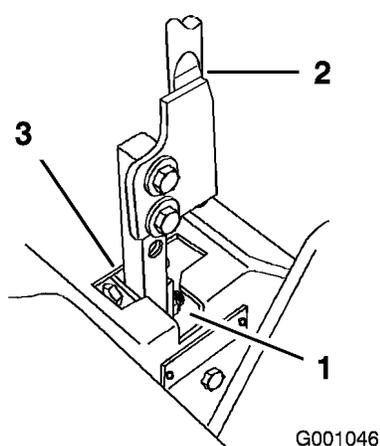

Figure 64
5. Placez le levier au point mort, sans le verrouiller (Figure 64).
6. Tirez-le ensuite en arrière jusqu'à ce que l'axe de chape (situé sur le bras au-dessous de l'axe de pivot) touche l'extrémité de la fente (c.-à-d. commence juste à appuyer sur le ressort) (Figure 64).
7. Vérifiez la position du levier par rapport au cran de la console (Figure 64). Il doit être centré de façon à pouvoir pivoter vers l'extérieur jusqu'à la position de verrouillage du point mort.